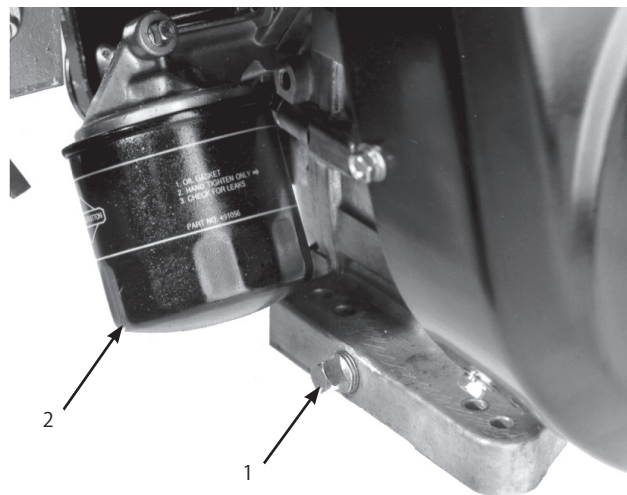

図34
1. ドレンプラグ (図34) を外し、排出されるオイルを廃油受け容器に回収する。オイルが抜けたらドレン・プラグを取り付ける。
- 2 オイル・フィルタ (図34) を取り外す。新しいフィルタのガスケットにきれいなエンジン・オイルを薄く塗る。